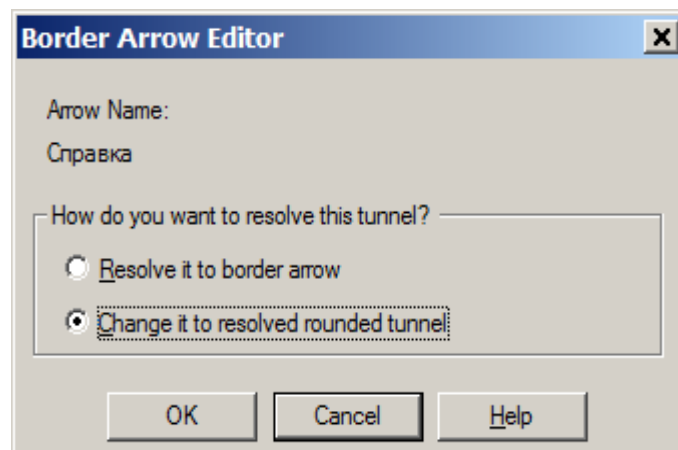

Рис. 27. Окно Border Arrow Editor
4. Нет необходимости отражать дуги «Справка», «Пакет документов» на родительской диаграмме, поэтому следует их туннелировать (рис. 27).